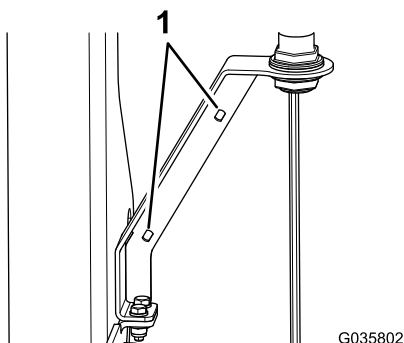

Bild 8
9. Stecken Sie eine Kabelbinde durch jedes der zwei Löcher in der Halterung der Rundumleuchte (Bild 8) und befestigen Sie das Kabel.